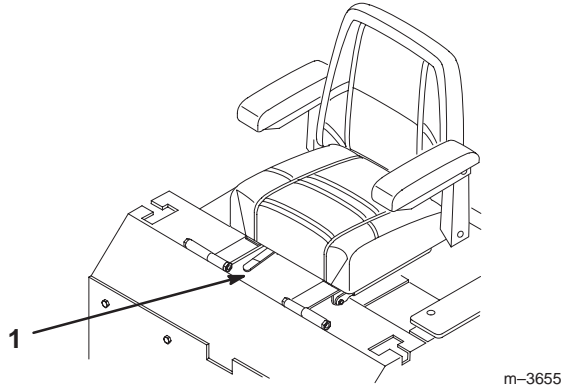

Figure 23
1. Poussez le levier de réglage sur le côté pour débloquent le siège (Fig. 23).